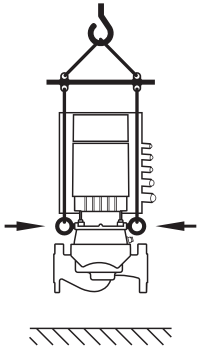

Fig. 8: Transport pompy
- Pompę należy transportować, korzystając z dopuszczonych zawiesi (np. wielokrążka, żurawia itp.). Należy je zamocować do uchwytów transportowych znajdujących się na kołnierzu silnika (Fig. 8, przedstawiono tutaj: Kierunek podnoszenia z pionowym wałem silnika).